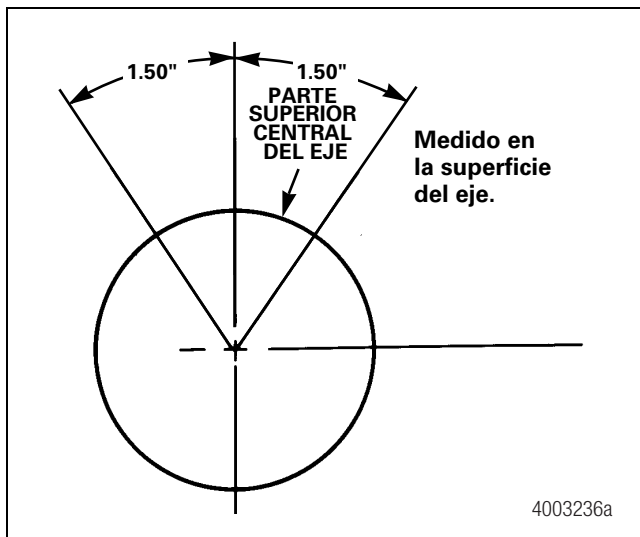

Figura 7.9
- No se permite soldar dentro de una distancia de 1.50 pulgadas (38.1 mm) del área superior central del eje. Figura 7.9.